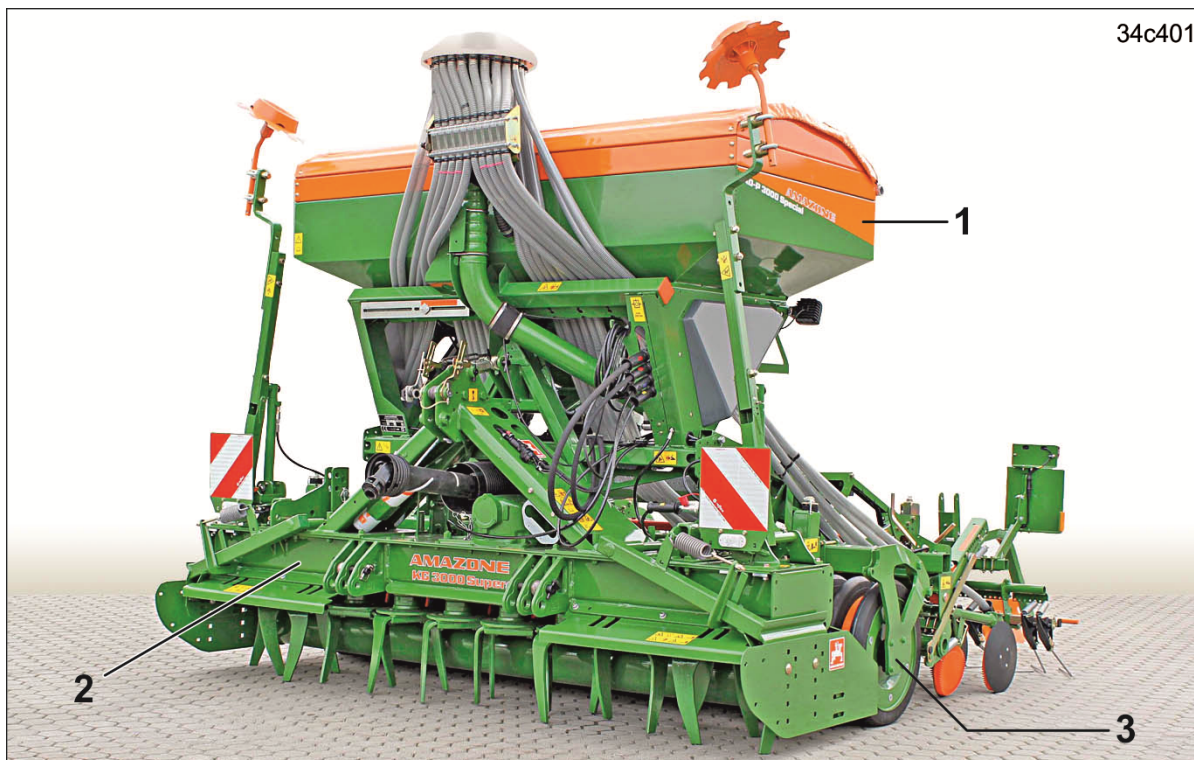

Fig. 24
Le semoir compact pneumatique AD-P 30/35/4000 SPECIAL (Fig. 24/1) est utilisé en tant que partie de combinaison de semoir avec un outil de préparation du sol
- cultivateur rotatif AMAZONE (Fig. 24/2)
- Rouleau rayonneur AMAZONE (Fig. 24/3) KW